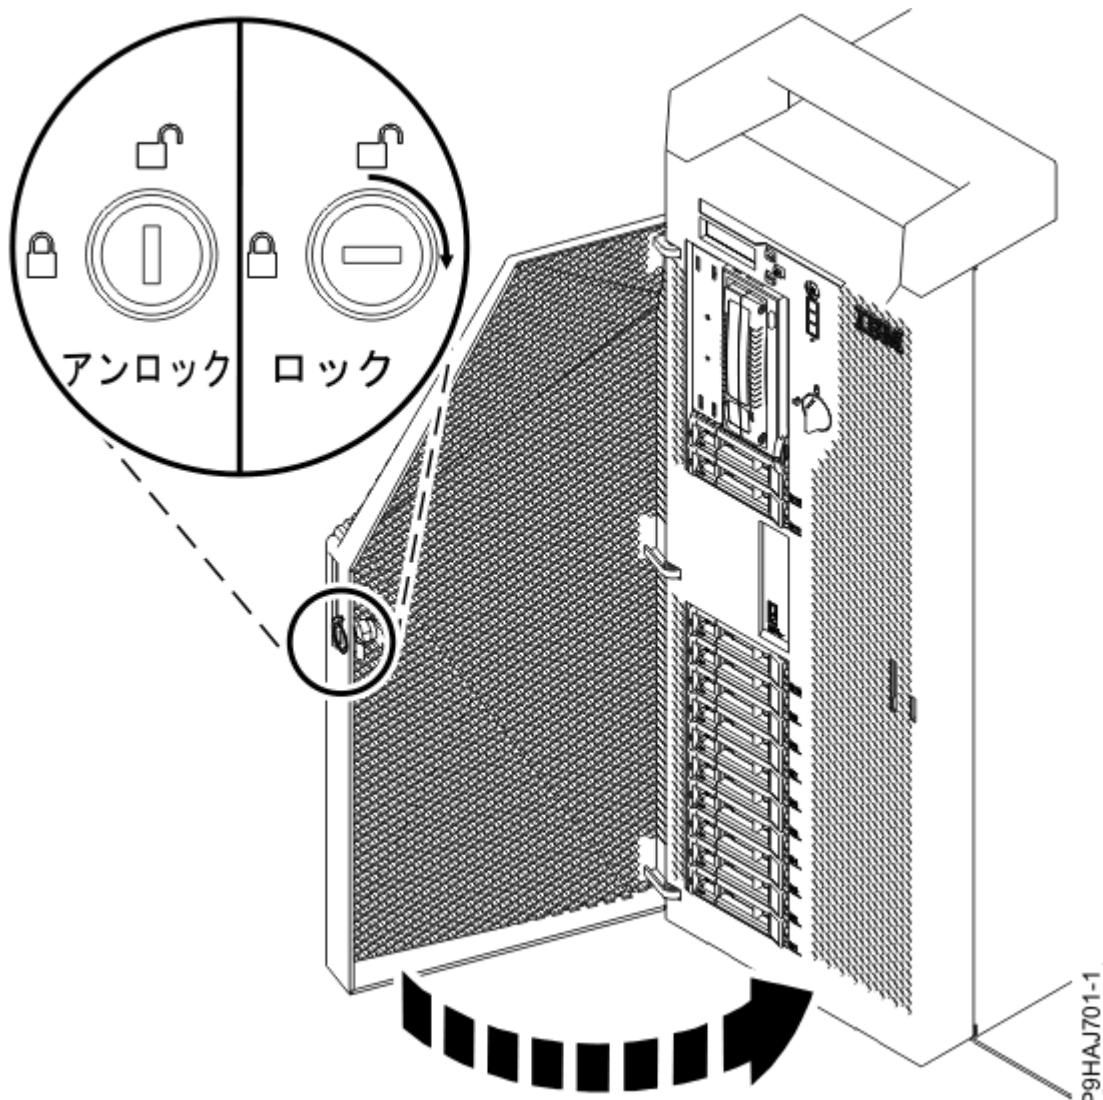

図 32. 前面ドアのロッキング
- e) 前面ドアを閉じます。前面ドアの鍵をロックに差し込みます(34 ページの図 32 を参照)。鍵を右(時計回り)にひねって、ドアをロックします。水平方向がロック状態で、垂直方向がアンロック状態です。